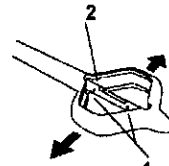

Figura 3:
Se incluye un actuador opcional para facilitar la colocación hacia arriba/abajo de la mandíbula superior y la apertura de la mandíbula inferior (véase la Figura 3).
- 18) Se incluye un actuador opcional para facilitar la colocación hacia arriba/abajo de la mandíbula superior y la apertura de la mandíbula inferior (véase la Figura 3).